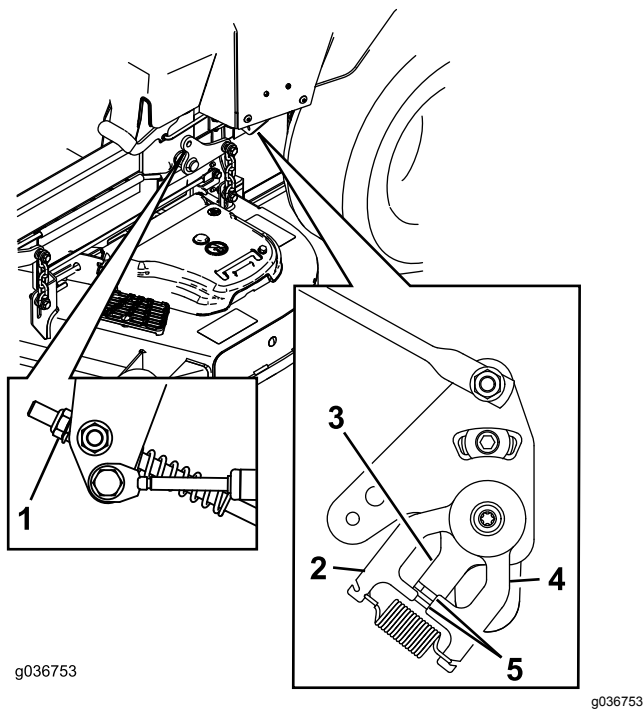

図 71
11. ポンプコントロールロッドのナットを回して、車輪が後退方向にわずかにクリープするように調整する 図 71 を参照。